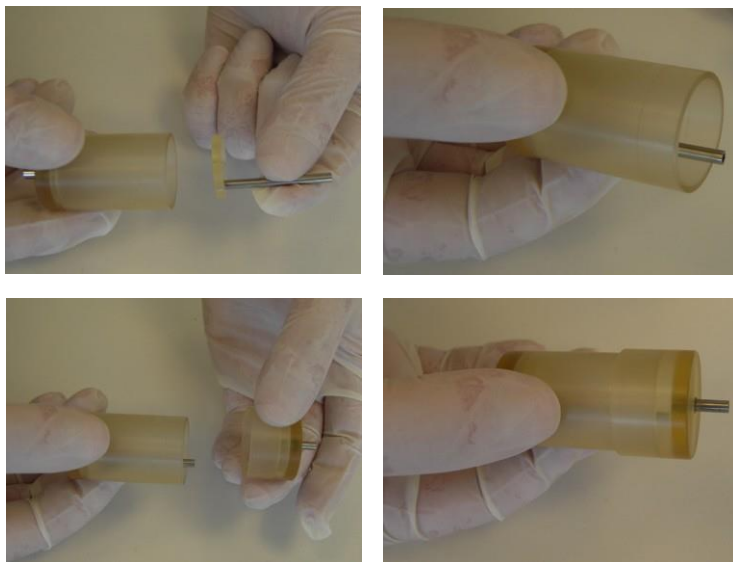

Figura 3-54. Montaje del colector de injertos
10. Monte el colector de injertos, como se muestra en la Figura 3-54.